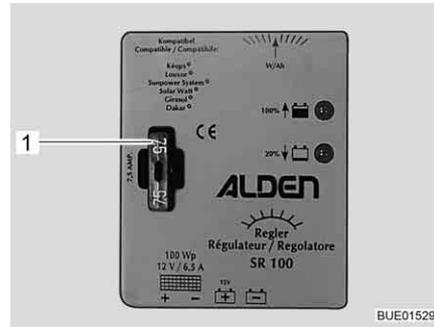

Bild 187 Sicherung Solar-Laderegler 100 W
- Flachsicherung 5 A/hellbraun (Bild 187,1) wechseln.